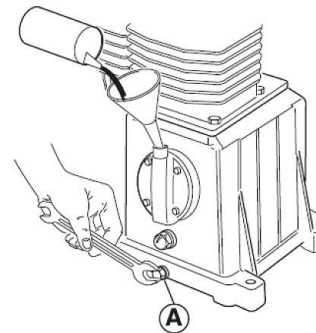

Abb. 16: Ölwechsel
Schritt 2: Nehmen Sie die Öleinfüllschraube bzw. den Verschluss-Stopfen oder Ölmesstab heraus, drehen Sie die Ölablass-Schraube (A) (Abb. 16), heraus und sammeln Sie das Altöl in einem entsprechenden Behälter.